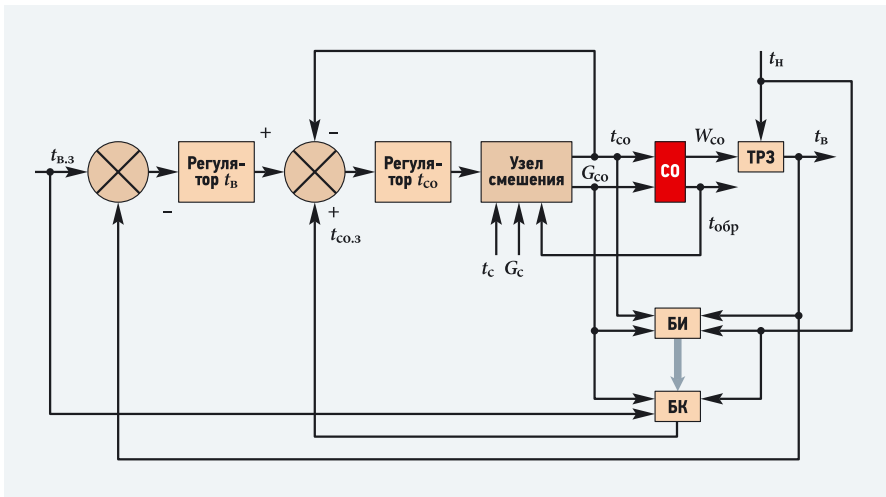

Рис. 5. Структура адаптивной системы управления (ТРЗ — тепловой режим здания, СО — система отопления, БИ — блок идентификации, БК — блок компенсации)
Разработана также структурная схема адаптивной системы управления тепловым режимом зданий, реализующая комбинированный принцип управления с настройкой погодного компенсатора по эксплуатационным данным. Схема системы представлена на рис. 5. В блоке идентификации БИ определяются реальные числовые значения настраиваемых параметров погодного компенсатора, а в блоке компенсации БК по текущей температуре наружного воздуха t_n и заданному значению температуры внутреннего воздуха $t_{в,3}$ формируется сигнал компенсации в соответствии с формулой (1) — вычисляется заданное значение
На схеме, представленной на рис. 5, предусматривается регулируемый узел смешения. Регулятор t_{co} управляет этим узлом так, чтобы фактическая температура воды на входе системы отопления равнялась заданному значению, вычисляемому БК.